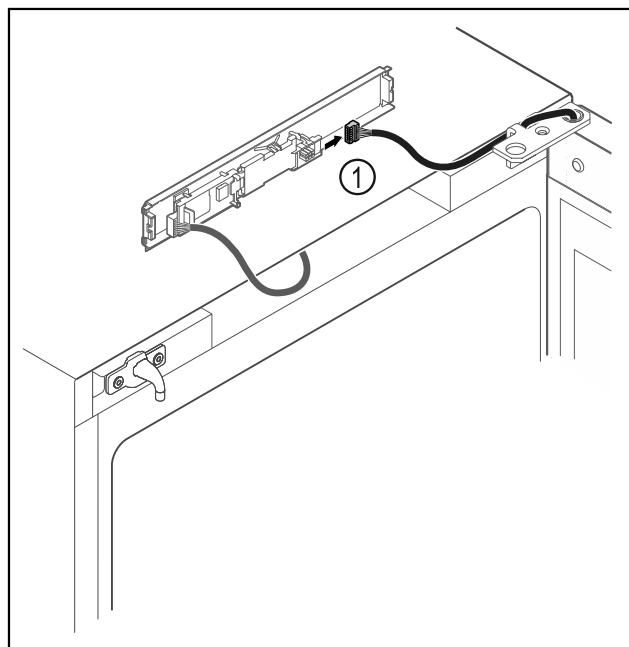

Fig. 10
- Vytáhněte zástrčku Fig. 10 (1) z desky.